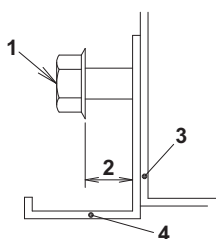
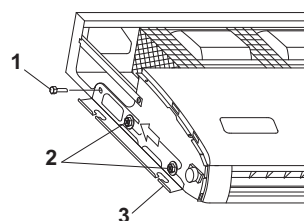

Bild 7
Bild 8
- 1 Bussning (10) (tillbehör)
- Lossa de 2 bultarna som fäster konsolerna på sidorna (M8) (4 platser vänster och höger) till under 10 mm. **(Se bild 7 och bild 8)**
- Ta bort fästskruven för konsolen på baksidan (M5), dra konsolen bakåt (i pilens riktning) och ta bort den. **(Se bild 8)**